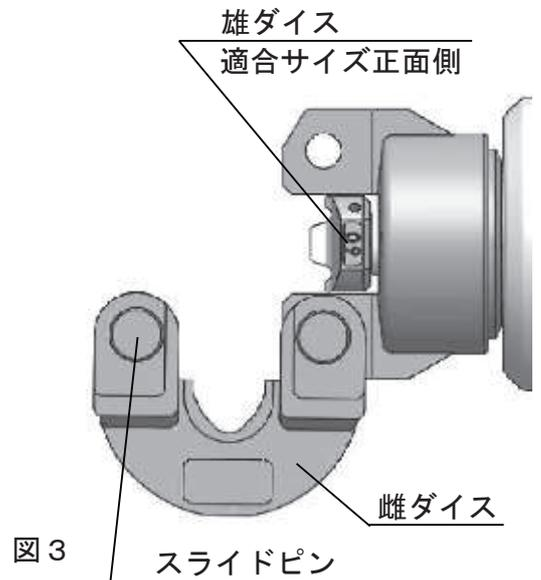

図3
- 2 スライドピンを引き抜き、雌ダイスを開いてください。(図3)
- 3 ダイスと電線の組合せ表より選定した雄ダイスをピストンに装着します。(図3)